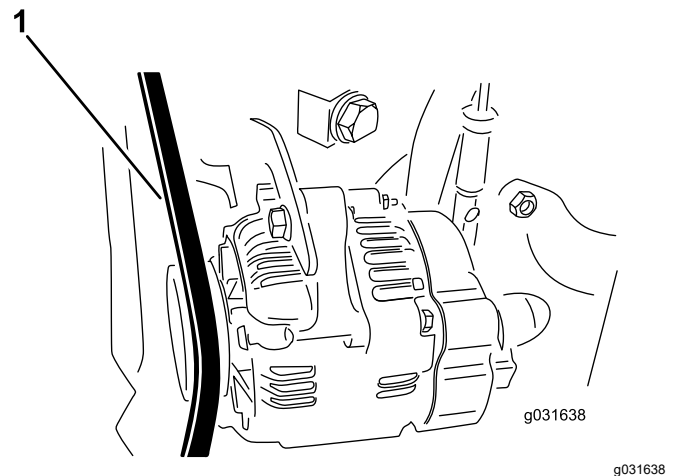

Figura 61
2. Compruebe la tensión pulsando la correa en el punto intermedio entre las poleas del alternador y del cigüeñal con una fuerza de 30 N·m (Figura 61).